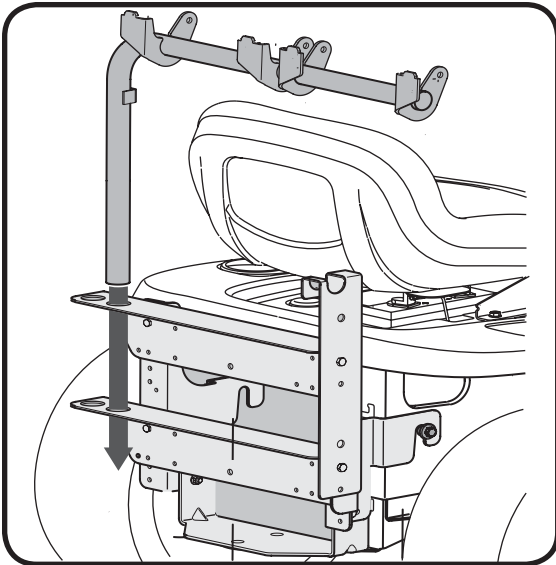

Figura 17
1. Coloque el tubo del soporte en posición en la parte posterior de la unidad deslizando el tubo de soporte hacia abajo a través de los orificios del lado izquierdo del conjunto del soporte. Use el orificio interior del conjunto del soporte independientemente de la medida de plataforma con la cual esté equipado su tractor. Consulte la Figura 17.